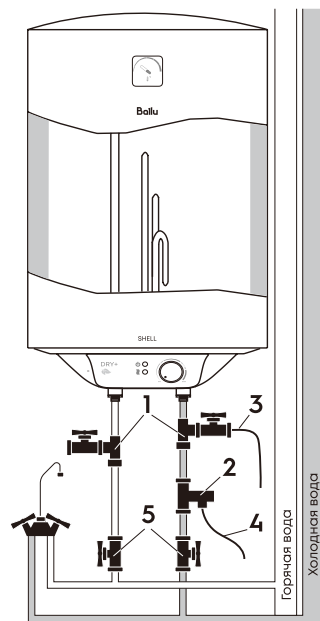

Рис. 3.
2. Подключение обратного предохранительного клапана (рис. 3, поз. 2): клапан следует устанавливать в месте входа холодной воды (удостоверьтесь, что гибкая сливная трубка (рис. 3, поз. 4) установлена, на отверстие спуска давления и слива воды и направлена вниз в специальный дренаж для удаления воды).
3. При подключении к системе водоснабжения необходимо предусмотреть и реализовать установку индивидуальных запорных вентилей (рис. 3, поз. 5) на линии подачи холодной воды в водонагреватель и на линии выхода горячей.
5. Для упрощения процесса слива воды из водонагревателя рекомендует-ся на входе и выходе воды из водонагревателя установить тройники (рис. 3, поз. 1).